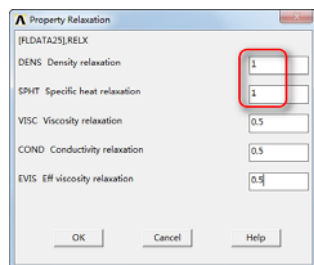

图 6-26 “Property Relaxation”对话框
⑨依次选择 Main Menu→Solution→FLOTRAN Set Up→Relax/Stab/Cap→Prop Relaxation, 会弹出“Property Relaxation”对话框, 如图 6-26 所示, 在“DENS Density relaxation”输入框中输入 1, 单击“OK”按钮关闭该对话框。